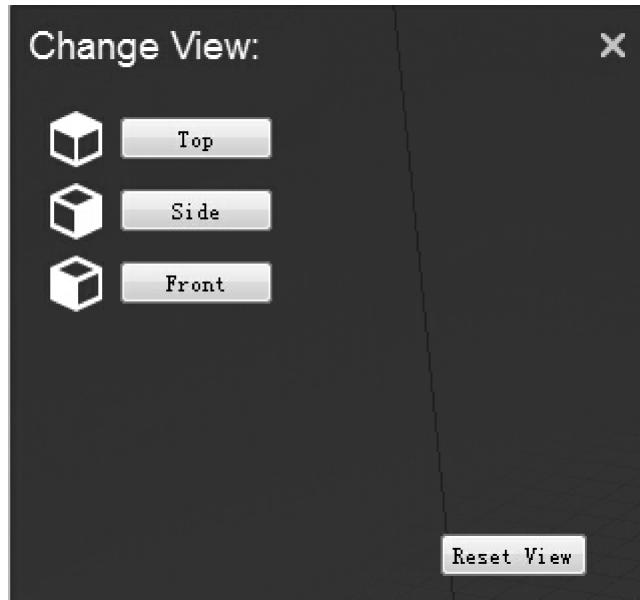

图 4-81 “Change View” 对话框
- 3) View（浏览）：单击“View”按钮，打开“Change View”对话框，如图 4-81 所示。用户可以分别从“Top（顶部）”“Side（侧面）”“Front（正面）”浏览模型。